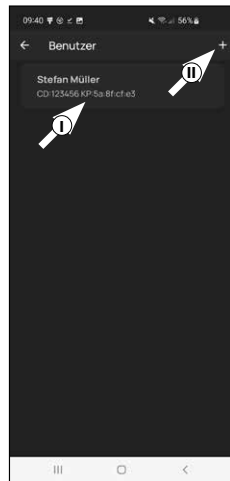

Abb. 3
- 3 Sie sehen eine Auflistung der bereits angelegten Benutzer. Dem Administrator wurde bereits automatisch ein Benutzerprofil angelegt. Tippen Sie dieses an (I) (Abb. 3).
! Hinweis: Alternativ können Sie an dieser Stelle auch ein neues, zusätzliches Benutzerprofil anlegen. Tippen Sie dafür auf das „+“ oben rechts (II) (Abb. 3).